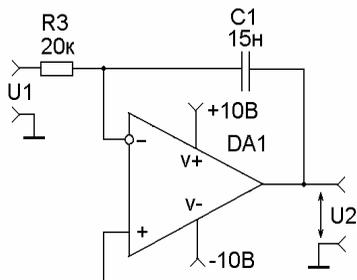

Рис. 8. Интегратор
4. Собрать схему интегратора (рис.8). Измерить и построить $K(\omega)=U_2(\omega)/U_1(\omega)$ амплитудно-частотную характеристику. Построить логарифмическую амплитудно-частотную характеристику $L(\omega)=20\lg[K(\omega)]$. Экспериментально определить частоту квазирезонанса, при которой выходное напряжение равно входному, сравнить с расчетом.